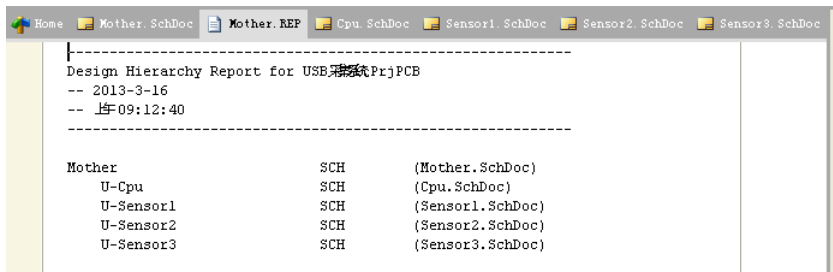

图 5-20 生成的层次设计表
- Step4** 双击该层次设计表文件，则系统转换到文本编辑器界面，可以查看该层次设计表。生成的层次设计表如图 5-20 所示。
从图 5-20 中可以看出,在生成的设计表中,使用缩进格式明确地列出了本项目中的各个原理图之间的层次关系。原理图文件名越靠左,说明该文件在层次电路图中的层次越高。